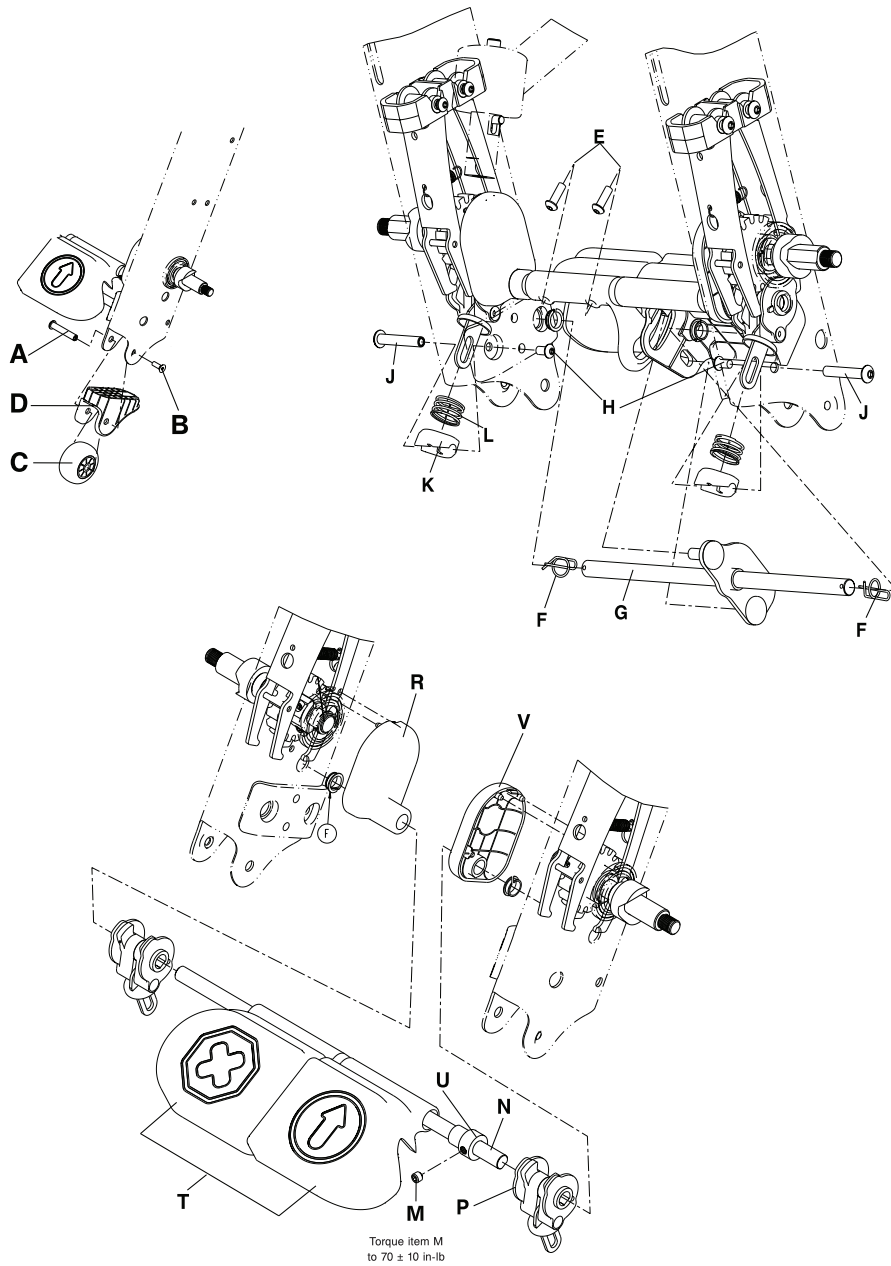

图14-29: 踏板更换
3. 使用一个“5/32”六角扳手和一个3/16"六角扳手，卸下防后倾轮垫片螺母(A)和凸缘头带帽螺钉(B)，它们分别用于将防后倾轮(C)和下部框架的盖子(D)固定到座椅框架(图14-29 第14-46页)。保留所有零件。
5. 使用一个5/32"六角扳手，从解锁踏板底部取下两个圆头螺钉(E)。保留螺钉 (图14-29 第14-46页)。
6. 使用尖嘴钳，从触发联动杆(G)的两端卸下环形栓(F)。保留环形栓 (图14-29 第14-46页)。重新安装螺钉时，使用一个3/8" 传动扭矩扳手(ft-lb)拧紧螺钉到 $70 \pm 10$  in-lb ( $2,8 \pm 0,6$  Nm)。
7. 卸下触发联动杆(G) (图14-29 第14-46页)。
8. 使用一个5/32"六角扳手和一个3/16"六角扳手，拧松圆头螺钉(H)，此螺钉用于将制动凸轮弹簧垫(K)固定到座椅框架上 (图14-29 第14-46页)。
9. 用手推制动凸轮弹簧垫(K)(图14-29 第14-46页)，释放制动垫片螺母(J)中的压力。卸下并保留制动把杆垫片螺母和螺钉。
10. 小心地拆下制动凸轮弹簧垫(K)和制动凸轮弹簧(L) (图14-29 第14-46页)。保留弹簧垫和弹簧。
12. 使用一个5/32"六角扳手，卸下定位轴环的螺钉(M) (图14-29 第14-46页)。保留此固定螺钉。重新安装此固定螺钉时，使用一个3/8"传动扭矩扳手(ft-lb)拧紧螺钉到 $70 \pm 10$  in-lb. ( $8 \pm 1,1$  Nm)。
13. 将制动横杆推向乘坐者左侧(N)，直至横杆不再接触乘坐者右侧的制动凸轮组件(P)(图14-29 第14-46页)。卸下乘坐者右侧的制动凸轮组件(P)(图14-29 第14-46页)。保留此组件
14. 将制动横杆推向乘坐者右侧(N)，然后卸下制动横杆(N) (图14-29 第14-46页)。保留此横杆。
- a. 卸下制动横杆(N)时，请按所示的顺序小心卸下随后的零件 (图14-29 第14-46页):
注释: 注意制动凸轮组件的方向(P)。确定标签面向座椅前面 (图14-29 第14-46页)。
注释: 重新安装制动凸轮组件时(P)(图14-29 第14-46页), 确保标签面向座椅的前面。